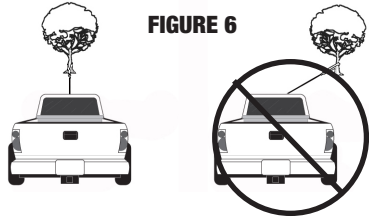

FIGURE 6
14. ÉVITEZ LA TRACTION CONTINUE À PARTIR D'ANGLES EXTRÊMES. Cela causerait un empilement du câble métallique et un blocage dans le treuil, entraînant des dommages au câble métallique ou au treuil (Figure 6).